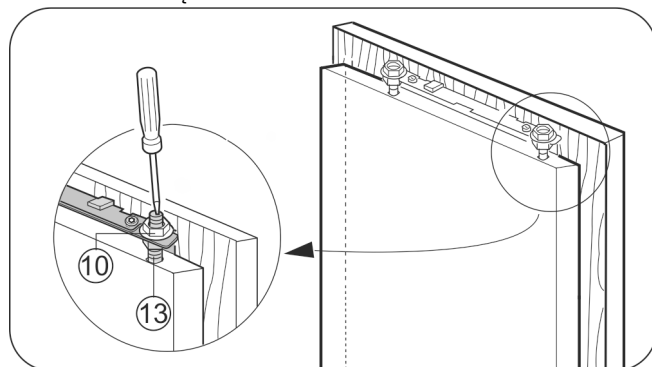

Fig. 22
- ▶ Dokręcić nakrętki zabezpieczające Fig. 22 (10) za pomocą klucza sześciokątnego 13, przytrzymując przy tym śrubokrętem sworznie regulacyjne Fig. 22 (13).